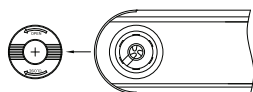

Fig.1
---Desparafuse a tampa da bateria no sentido anti-horário (Fig.1)